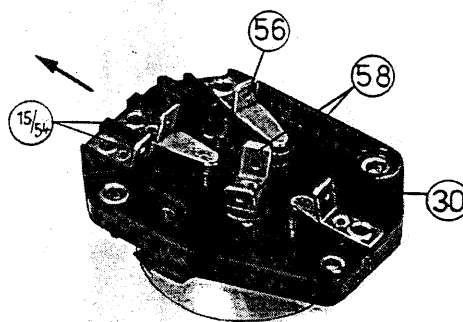

Fig. 98. Raccords de l'interrupteur électrique d'allumage
La pose et la dépose de l'interrupteur électrique d'allumage deviennent évidentes à la fig. 99. Dans l'exécution de luxe (A à la fig. 99), le porte-instruments (au guidon) (1) doit être dévissé de la tête de serrage supérieure. Seulement après cela, le chapeau de recouvrement: (2) et l'interrupteur électrique d'allumage (3) sont accessibles. Pour pouvoir réenfiler les câbles aux lames correctes en cas d'un échange éventuel de l'interrupteur électrique d'allumage, les raccords individuels ont été encore une fois marqués de repères comme indiqué à la fig. 98.
L'interrupteur électrique d'allumage à la fig. 98 n'est pas utilisable pour les anciens types MZ parce que l'ancienne position de commutation (5) n'est plus électriquement connectée. En réciproque, il est cependant possible d'utiliser un interrupteur électrique d'allumage d'anciens types également pour l'ETZ.
La flèche à la fig. 98 indique la position d'installation de l'interrupteur électrique d'allumage dans le sens de marche, les raccords en bas.